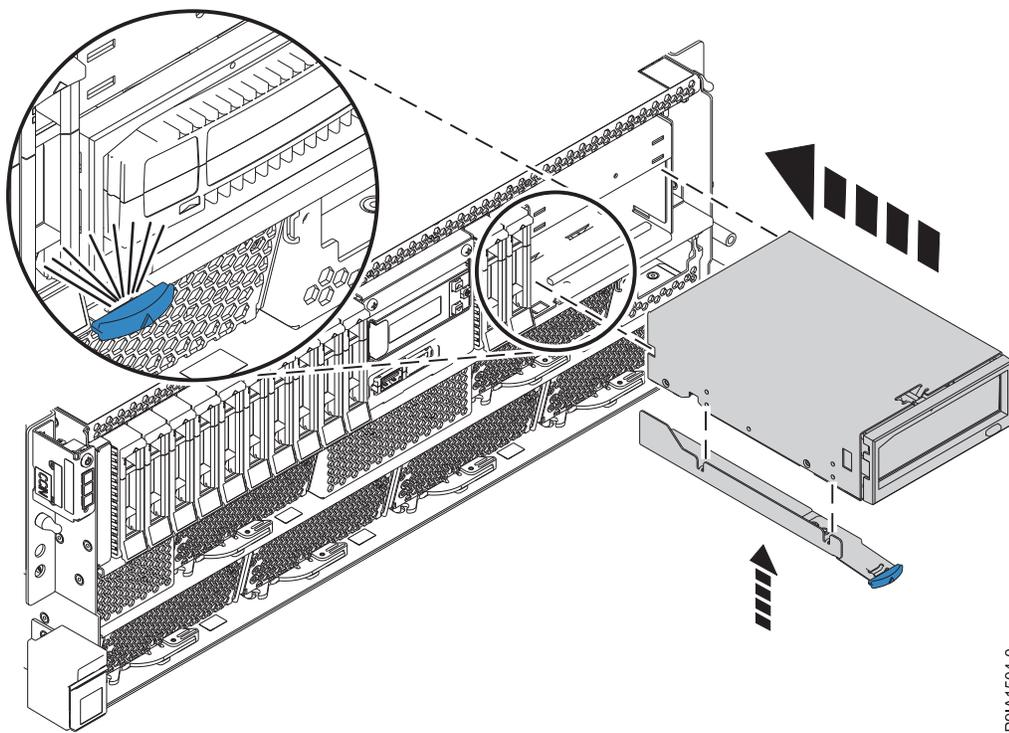

Figura 17. Substituindo a estação de acoplamento RDX interna de um sistema montado em rack
5. Deslize a estação de acoplamento RDX interna para dentro do sistema até que ela trave no lugar, conforme mostrado na Figura 17.